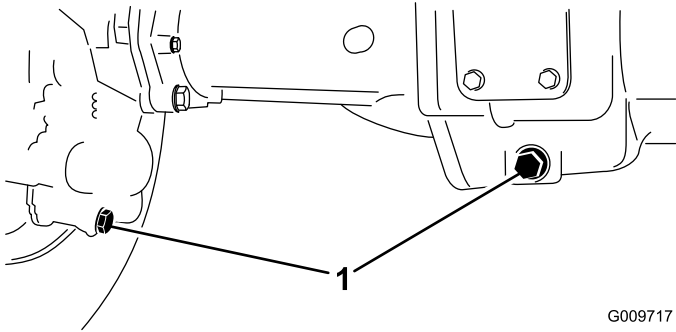

Bild 94
- Reinigen Sie den Bereich um die drei Ablassschrauben, d. h. jeweils eine an beiden Enden und eine in der Mitte (**Bild 94**).